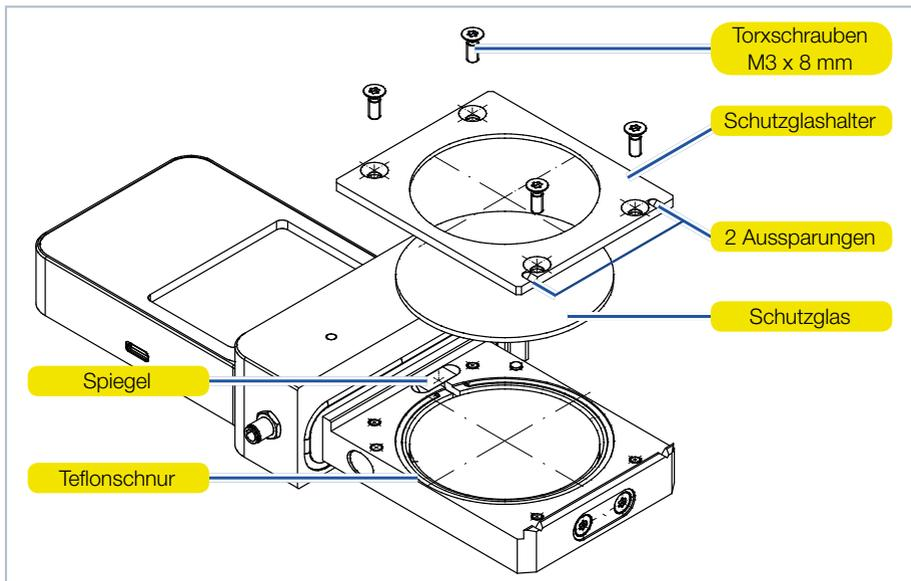

Abb. 16.1: Schutzglas der PMC-BEO wechseln
3. Legen Sie das Gerät gemäß der Abb. 16.1 auf Seite 41 ab und nehmen Sie den Schutzglashalter vorsichtig nach oben ab.
6. Setzen Sie den Schutzglashalter gemäß der Abb. 16.1 auf Seite 41 mit den 2 Aussparungen nach vorne auf.